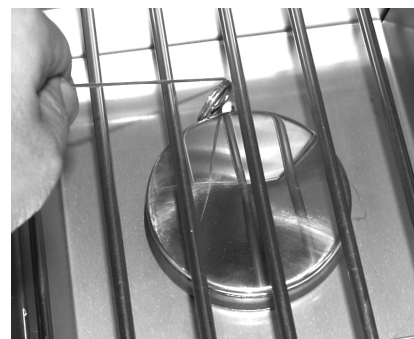

Fig. 30-2 - Éclairage manuel
2. Insérez un allumeur brûlant de butane de long-baril, une allumette brûlante de long-tige, ou une allumette brûlante tenue par un support de prolongation de fil par la grille à cuire s'ouvrant au brûleur (fig. 30-2). Tenez la flamme contre le bord du brûleur.
4. Si le brûleur ne se allume pas dans les cinq (5) secondes de tourner le bouton de commande, **appuyez immédiatement sur le bouton et tournez la valve jusqu'à la position OFF**. ATTENDEZ CINQ (5) MINUTES avant de répéter les étapes 2 à 4 des instructions MANUELLES D'ÉCLAIRAGE.